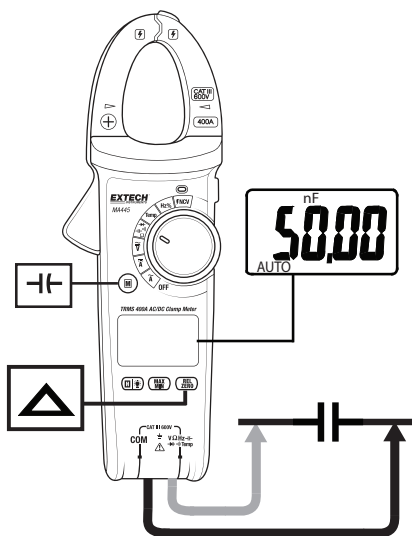

Fig. 9 – Medições de Capacitância
3. Insira o plugue banana do cabo preto da ponta no conector (COM) negativo. Insira o plugue banana do cabo de teste vermelho no conector positivo. Consulte a Fig. 9.